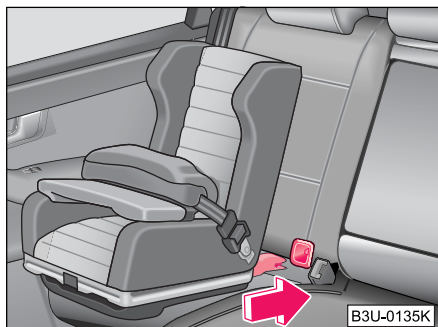

Abb. 114 Der ISOFIX-Kindersitz wird in die montierten Aufnahmehalter geschoben
- Schieben Sie die Rastarme des Kindersitzes über die montierten Aufnahmehalter in die Halteösen, bis er hörbar einrastet ⇒ Abb. 114.